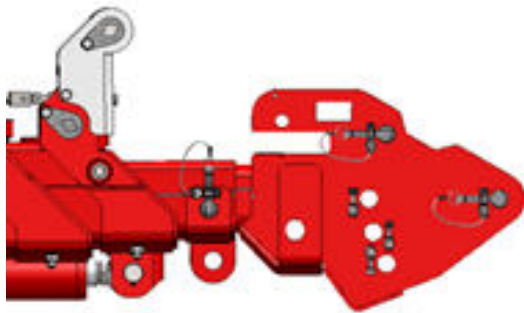

Abbildung 4.13 Befestigung des Verstellteils am Ausleger.
2. Befestigen Sie das Verstellteil am Ausleger und sichern Sie es mit Hilfe des Sicherungsbolzens und Sicherungsstifts (siehe Abbildung 4.13).